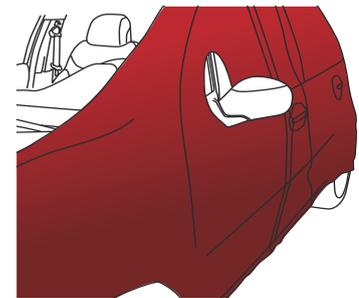

Abbildung 32
- › Die Folie ist nun über die gesamte zu verklebende Fläche gespannt. Jetzt können Sie mit der tatsächlichen Verklebung der Folie (siehe Paragraph 4.3 bis 4.5), angepasst an die verschiedenen Oberflächenformen, beginnen. (Abb. 32)